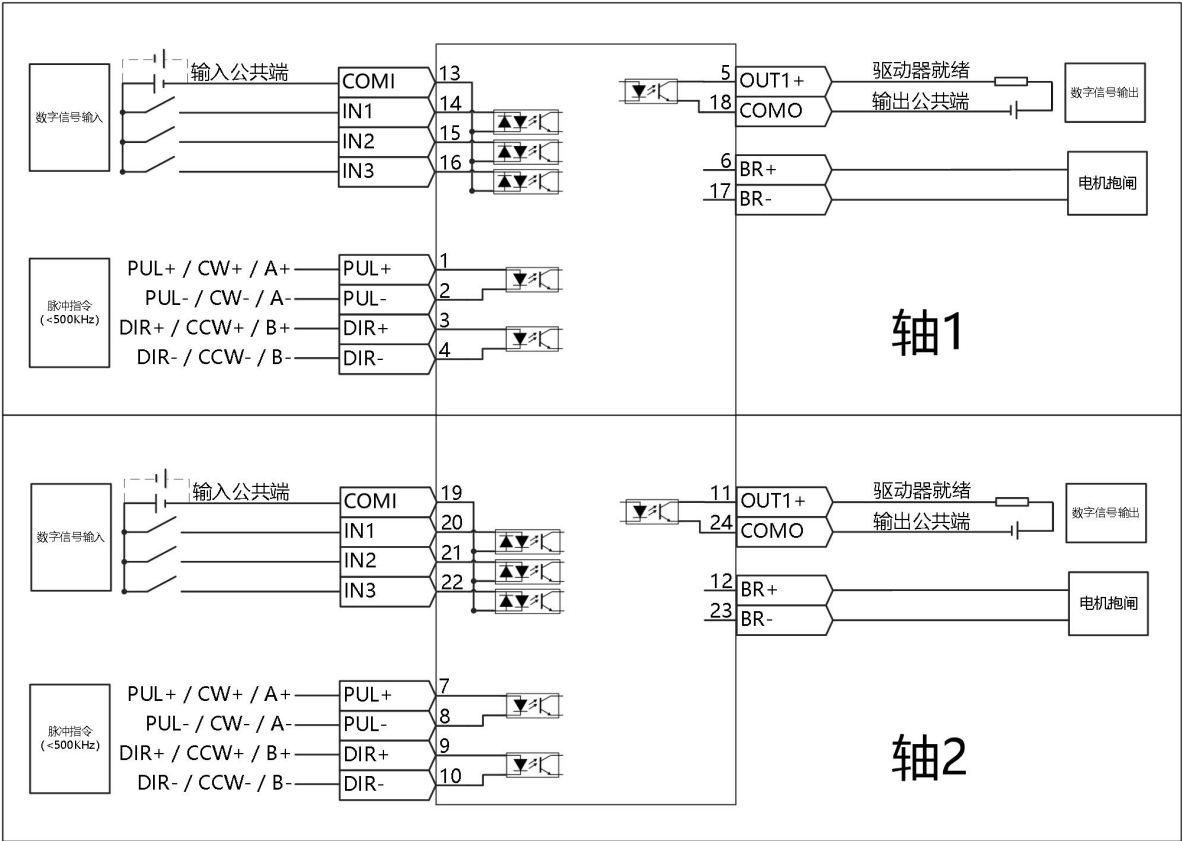
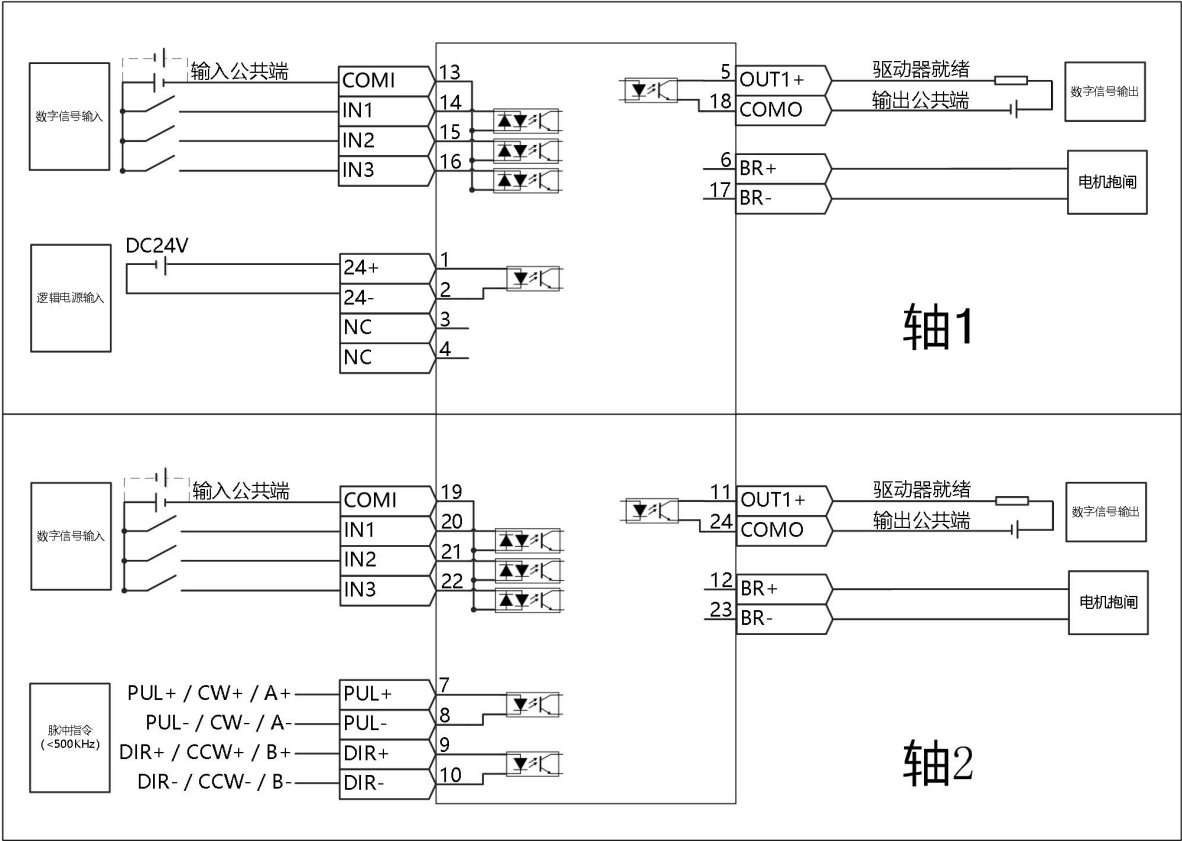
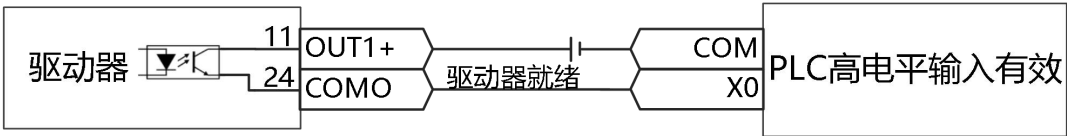

图 3-8 FD134S-LB-000-D2 外部输入输出口接线图
图 3-9 FD134S-CB-000-D2 外部输入输出接口接线图
图 3-10 输出 PNP 接线图
- 图 3-8 以及图 3-9 输出为 NPN 接线方式，PNP 接线方式如图 3-10 所示。